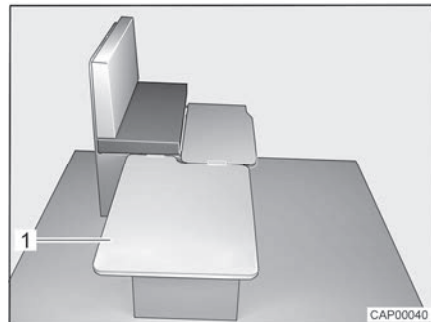

Bild 62 Während des Umbaus
- Einlegebrett (Bild 62,1) seitlich an der Sitzbank einhängen und auf den Tisch legen.